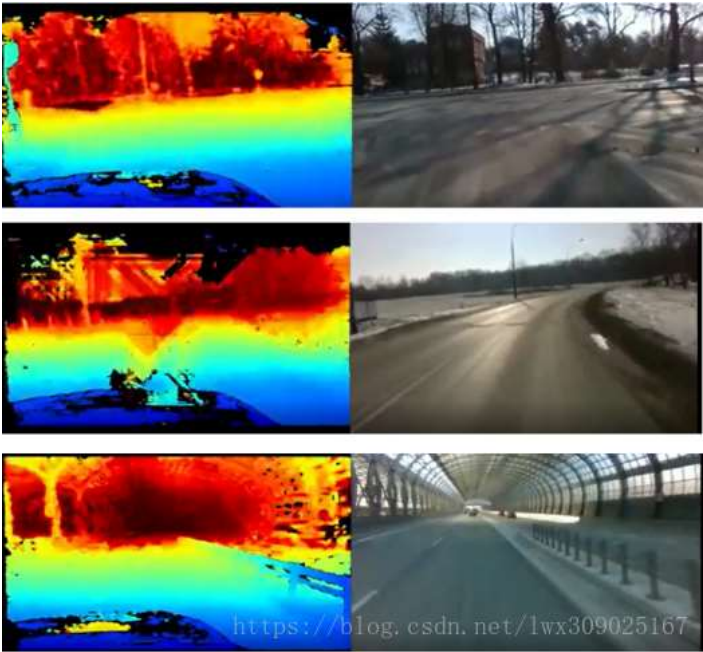

图3-11 D435在室外深度测距表现
C.有人将D435固定在汽车上查看道路的深度信息（见“视频/Intel/Realsense D435 - Outdoor test on road.mp4”），这里截取几幅图像如图3-11出：
(1) D435在室外能够获得比较丰富的深度信息
(2) D435深度计算错误/失败的情况多于zed